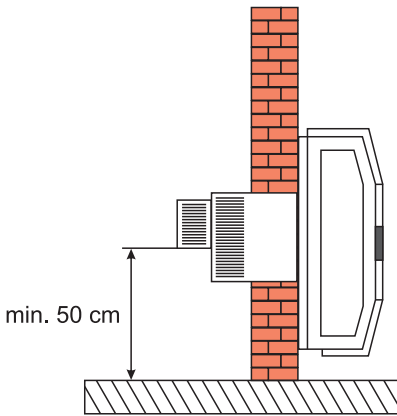

Abbildung 1A:
- Der untere Teil des Schornsteinauslasses für das Modell HH S und HDU sollte sich 30 cm über dem Boden befinden (Abbildung 1A).